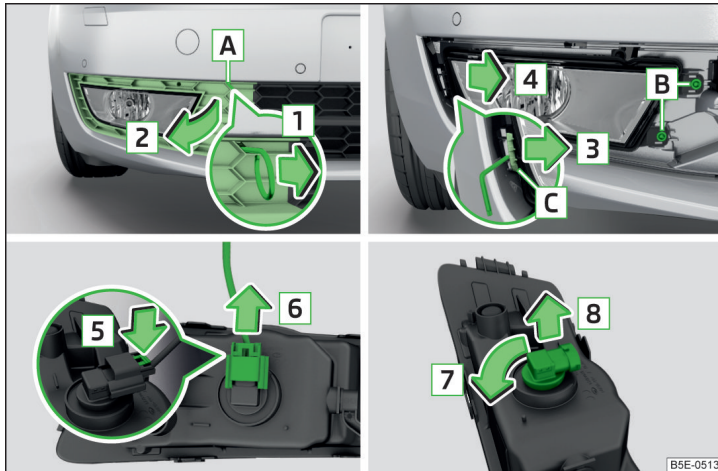

Abb. 238 Nebelscheinwerfer herausnehmen / Glühlampe wechseln - Variante 1
- In die Öffnung **A** » Abb. 238 den Bügel zum Abziehen der Radvollblenden einführen.
- Durch Ziehen am Haken in Pfeilrichtung **1** das Schutzgitter in Pfeilrichtung **2** abnehmen » Abb. 238.
- Den Nebelscheinwerfer entgegen der Pfeilrichtung **4** » Abb. 238 einsetzen und festschrauben.